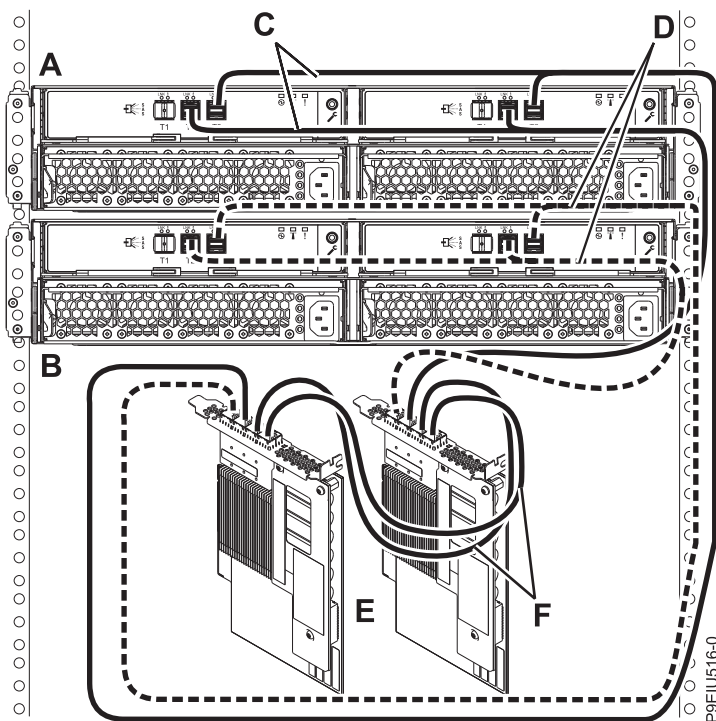

図 16. AA ケーブル付きの 1 対の FC EJ0L SAS アダプター・ペアまたは FC EJ14 SAS アダプター・ペアへの YO12 ケーブルを使用した、2 台の ESLL ストレージ・エンクロージャーまたは ESLS ストレージ・エンクロージャーのモード 1 接続
16. 19 ページの図 16 に示すように、AA ケーブル (F) 付きの 1 対の FC EJ0L アダプター・ペアまたは FC EJ14 SAS アダプター・ペア (E) への YO12 ケーブル (C および D) を使用して 2 台のエンクロージャー (A および B) のモード 1 接続を実行してから、23 ページの『ケーブルと電源コードの接続およびカバーの取り付け』に進みます。